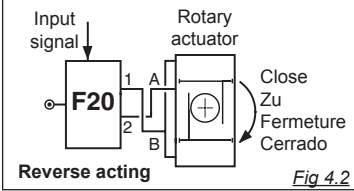

Fig 4.2
- Die Schläuche ändern (siehe Abb. 4.2).
- Modifiez la tuyauterie (voir fig. 4.2)